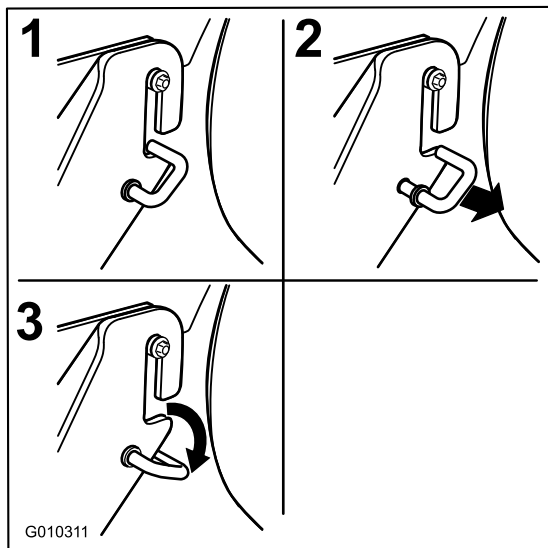

Figura 70
1. Extraiga los ganchos a resorte de las ranuras de los soportes de las pletinas de suspensión en cada lado de la carcasa (Figura 70).